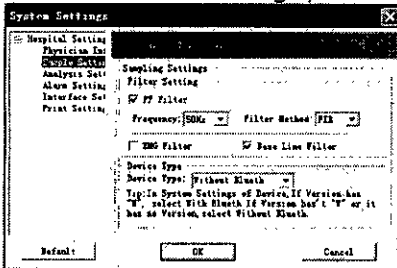

Imagen 6-23
- ◆ En la "configuración de muestra" (imagen 6-23), es posible establecer los parámetros de filtro de frecuencia de energía, Filtro EMG, Filtro de línea de base, Tipo de dispositivo, etc.